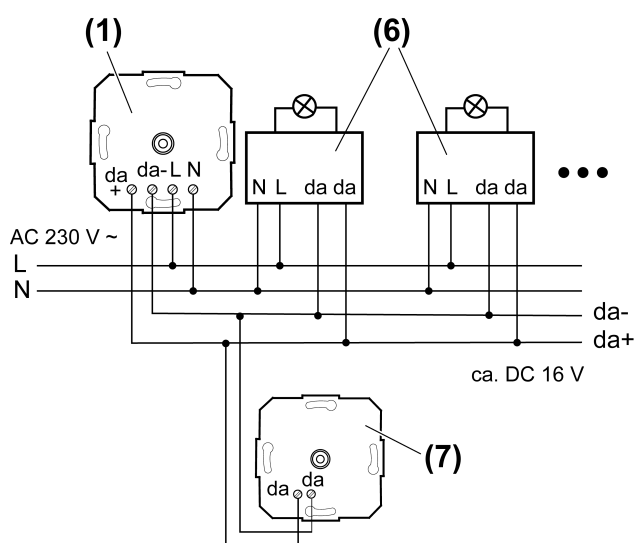

Bild 3
- (1) DALI-potentiometer med nät-del
- (6) DALI-enhet, till exempel DALI-EVG
- (7) DALI-potentiometer utan nät-del
- Anslut DALI-potentiometern och DALI-EVG enligt anslutningsexemplet (Bild 3). Följ då EVG-tillverkarens uppgifter.